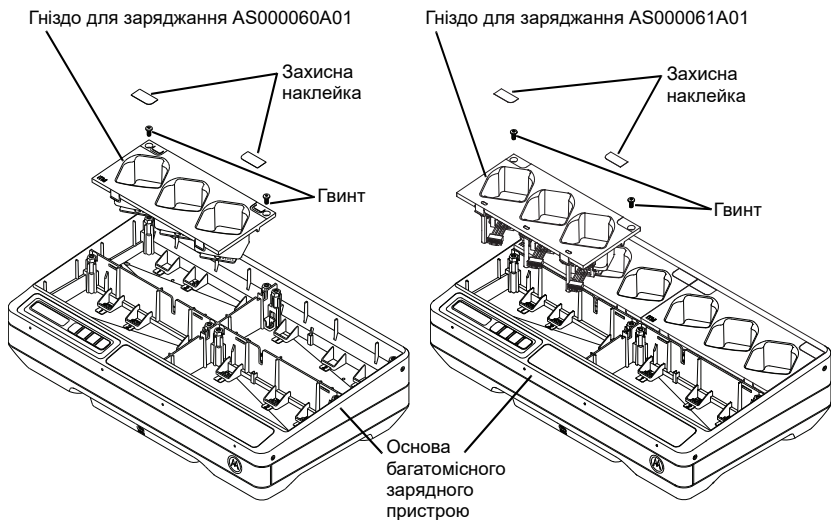

Рис. 7. Установлення й виймання гнізда для заряджання
4. Вийміть кабель гнізда для заряджання, потягнувши з'єднувальний роз'єм угору (див. Рис. 7).